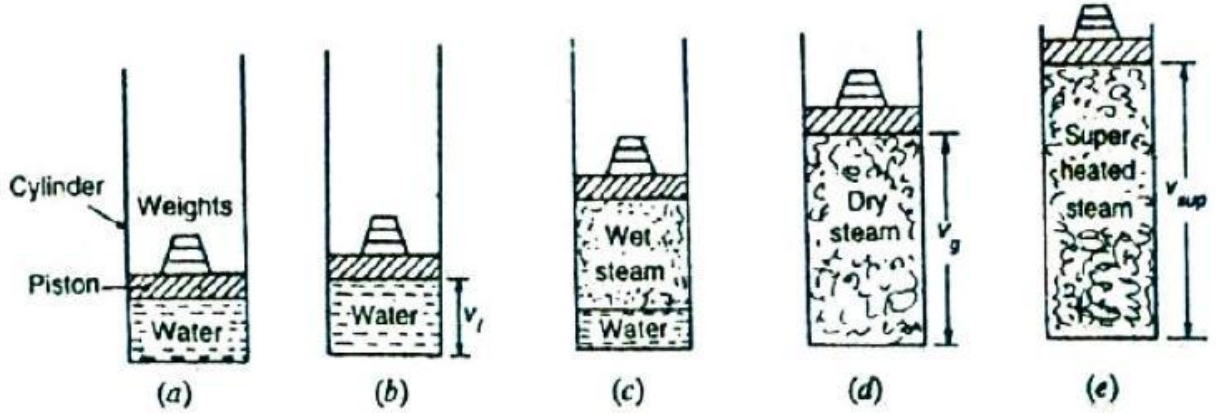

Fig 2.1.1: पाण्यातून स्थिर दाबाखाली वाफ उत्पन्नित होणे
Fig 2.1.1 (a) मध्ये दाखवलेल्याप्रमाणे पिस्टन-सिलिंडर (Piston Cylinder) व्यवस्थेत 0° सेल्सियसचे 1 किलोग्राम पाणी आहे असे गृहीत धरा. पिस्टन (Piston) आणि वजन (Weight), सिलिंडरमध्ये स्थिर दाब (Constant Pressure) कायम ठेवतात. जर आपण सिलिंडरमध्ये असलेल्या पाण्याला गरम केले तर ते खालीलप्रमाणे वाफेत रूपांतरित होईल.
1. तापमान वाढल्यावर पाण्याचा आयतन (Volume) थोडेसे वाढेल, असे Fig 2.1.1 (b) मध्ये दाखवले आहे. हे पिस्टनला थोडेसे वर हलवेल आणि त्यामुळे कार्य (Work) होईल. पाण्याच्या या आयतनवाढीला (किंवा कार्याला) सर्व प्रकारच्या गणनांसाठी (Calculations) सामान्यतः दुर्लक्षित केले जाते.
उकळण्याचा बिंदू गाठल्यावर, तापमान स्थिर राहते आणि पाणी बाष्पीकृत (Evaporate) होते, त्यामुळे पिस्टनला स्थिर दाबाच्या विरुद्ध वर ढकलते. परिणामी, वाफेचे विशिष्ट आयतन वाढते, जसे Fig 2.1.1 (c) मध्ये दाखवले आहे. या टप्प्यावर, वाफेमध्ये काही पाण्याचे कण (water particles) सस्पेंडेड असतील, आणि त्याला ओलसर वाफ (Wet Steam) म्हणतात. ही प्रक्रिया तोपर्यंत सुरू राहील जोपर्यंत सर्व पाणी ओलसर वाफेमध्ये रूपांतरित होत नाही.
3. आणखी गरम केल्यावर, सस्पेंडेड असलेले पाण्याचे कण वाफेमध्ये रूपांतरित होतील. अशा अवस्थेतील संपूर्ण वाफेला कोरडी (Dry) किंवा संतृप्त (Saturated) वाफ म्हणतात, जसे Fig 2.1.1 (d) मध्ये दाखवले आहे. कोरडी वाफ संपूर्ण गॅस (Perfect Gas) सारखे वर्तते.
4. आणखी गरम केल्यावर, वाफेचा तापमान वाढते. अशा अवस्थेतील वाफेला सुपरहीटेड (Superheated) वाफ म्हणतात, जसे Fig 2.1.1 (e) मध्ये दाखवले आहे.